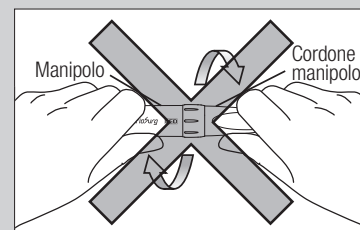

Fig. 22
- ATTENZIONE**  • Il Manipolo non può essere rimosso dal cavo. Rimuovere o storcere il Manipolo potrebbe danneggiarne le parti interne e causarne la rottura. (Fig. 22)